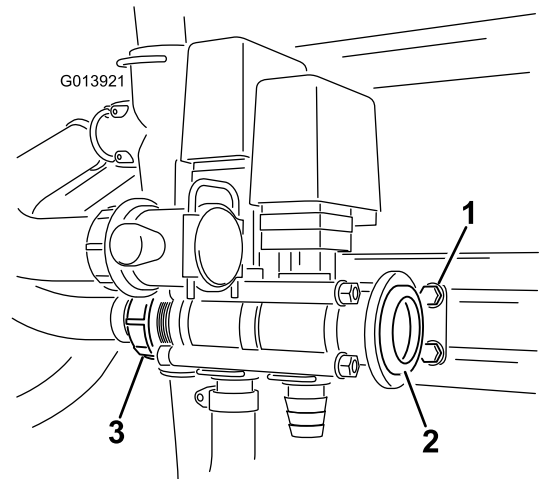

Figura 7
Nota: Asegúrese de que el soporte queda libre para ajustarse a medida que se junten las válvulas (Figura 7). El par de apriete máximo es de 271–339 N-cm.
19. Introduzca la junta en el adaptador y coloque la abrazadera abierta sobre el cuerpo del adaptador (Figura 7).